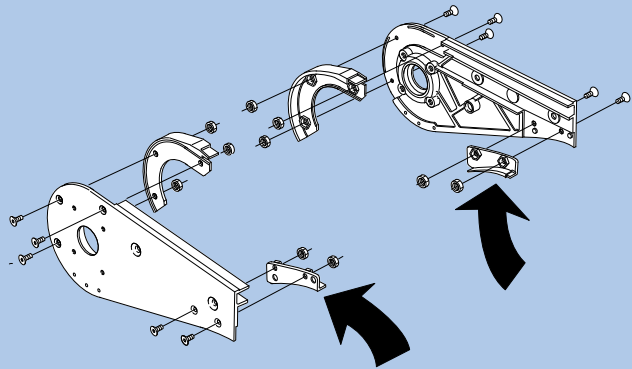

Figura 1. Guías de cadena reemplazables
- Guías desechables sueltas de plástico (figura 1).